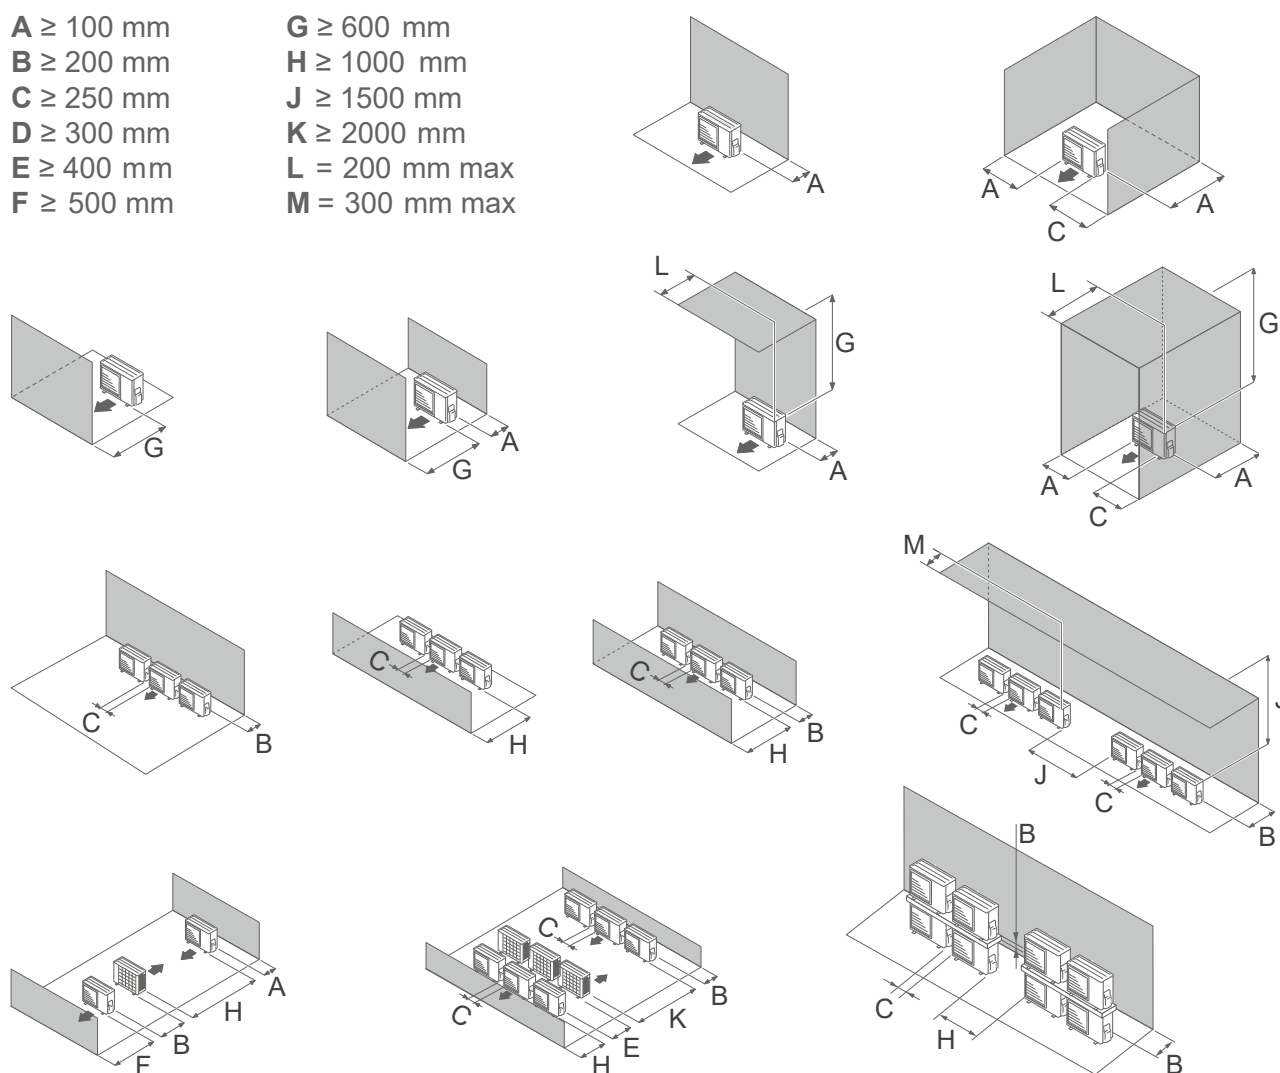

fig. 15 - Dégagements minimum d'installation autour de l'unité extérieure
- L'appareil doit être parfaitement accessible pour les travaux d'installation et de maintenance ultérieurs (fig. 15, page 17).